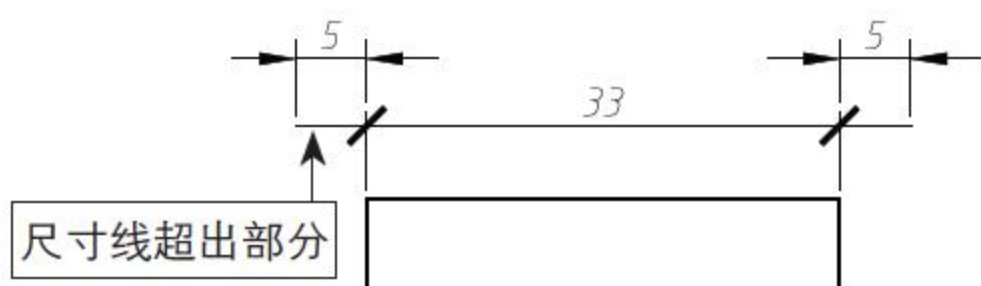

图5-11 【超出标记】设置为5时的示例
- 超出标记：用于设置尺寸线超出量。若尺寸线两端是箭头，则此框无效；若在对话框的【符号和箭头】选项卡中设置了箭头的形式是【倾斜】和【建筑标记】，可以设置尺寸线超过尺寸界线外的距离，如图5-11所示。